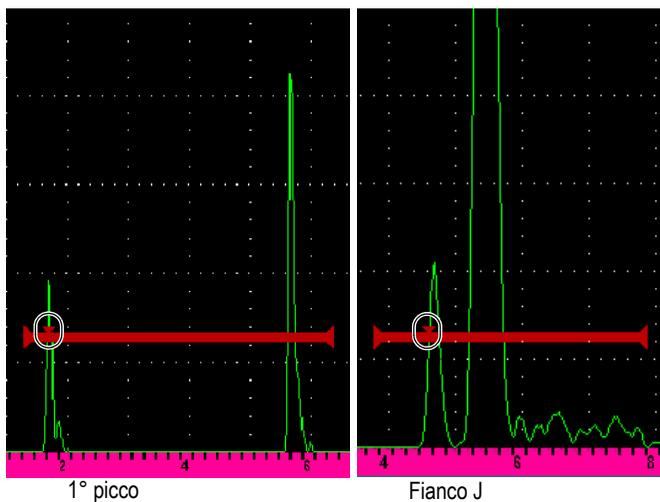

Figura 3-11 Innescò in modalit  1  picco e Fianco J
- **1° picco:** Permette di acquisire le letture di misura in base al primo picco per incrociare la soglia del gate (vedere Figura 3-11 a pagina 84).
- **Fianco J:** Permette di acquisire le letture di misura in base alla posizione del primo punto di incrocio di un segnale rilevato dal gate e le letture di misura dell'ampiezza dal picco massimo della prima eco nell'ambito dell'area definita dal gate (vedere Figura 3-11 a pagina 84).